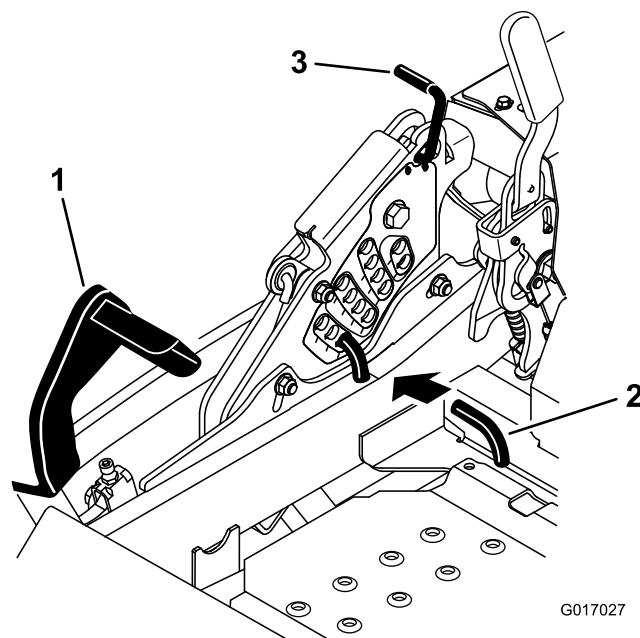

Figure 92
5. Enfoncez la pédale de relevage du tablier de coupe au maximum pour verrouiller le tablier à la position de transport de 14 cm (5,5") (Figure 92).